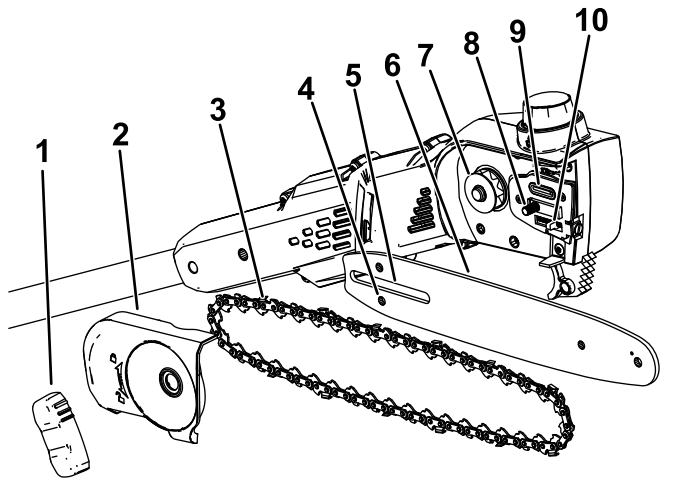

Figura 19
2. Retire la cubierta lateral: gire el pomo de la cubierta de la espada en sentido antihorario hasta que se retire el pomo y, a continuación, retire la cubierta lateral (Figura 19).
7. Compruebe que la salida de aceite (Figura 19) está libre de residuos; limpie la zona si es necesario.
Importante: Asegúrese de que el espárrago de ajuste de la cadena está insertado en la ranura del espárrago de ajuste en la espada guía (Figura 19). Puede que tenga que girar el tornillo tensor de la cadena para ajustar el espárrago en la ranura de la espada guía.